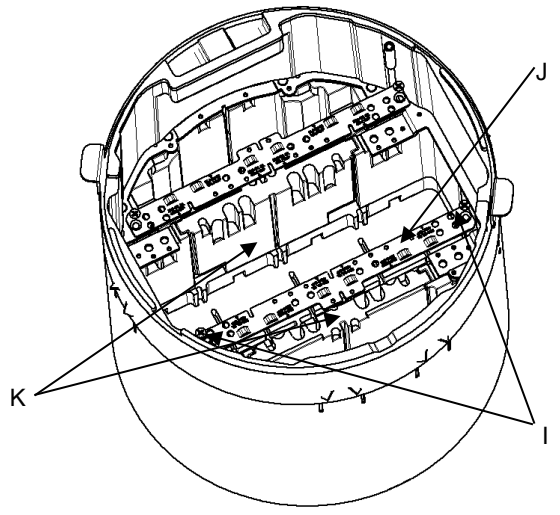
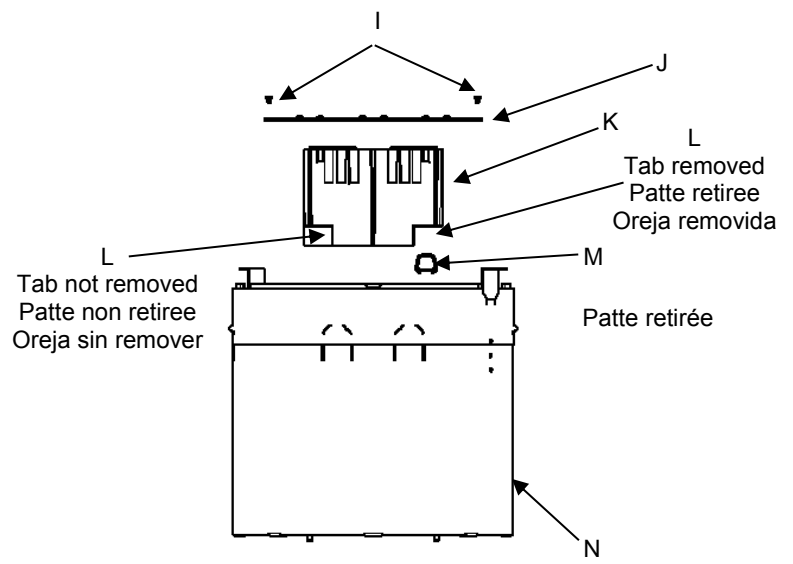
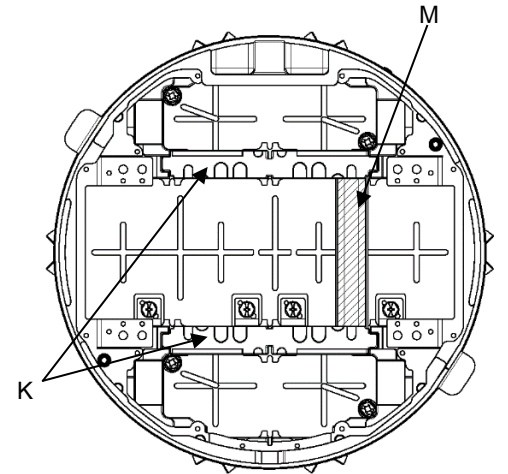

Fig. 7
Fig. 8
Fig. 9
NOTE: Refer to Fig. 9, to determine which tab (L) should be removed from each intumescent divider (K).
Install tunnel (M), see Fig. 8 and 9. Install both intumescent dividers (K) noting the orientation as shown in Fig. 9. Install both brackets (J) and screws (I) as shown in Fig. 7. Torque screws (I) to 8-12 in-lbs (1,0-1,4 Nm).
REMARQUE - Consulter la Fig. 9, pour déterminer quelle patte (L) enlever à chaque cloison intumescence (K).
ATTENTION – Pour maintenir la classification de tenue au feu, briser une seule patte de chaque cloison intumescence et fixer un seul tunnel (M) par accessoire de service (N). Monter le tunnel (M), consulter les Fig. 8 and 9. Fixer les deux cloisons intumescences (K) en tenant compte de la position indiquée à la Fig. 9. Fixer les deux support (J) et les vis (I) conformément à la Fig. 7. Serrer les vis (I) à un couple de 1,0-1,4 N•m.
NOTA: Refiérase a la Fig. 9, para determinar cuál oreja (L) debe ser eliminada de cada divisor expandible (K).
Instale el túnel (M), vea las Fig. 8 y 9. Instale los dos divisores expandibles (K) observando la orientación como se muestra en la Fig. 9. Instalar ambos soportes (J) y los tornillos (I) como se muestra en la Fig. 7. Apriete los tornillos (I) a 8-12 in-lbs (1,0-1,4 Nm).